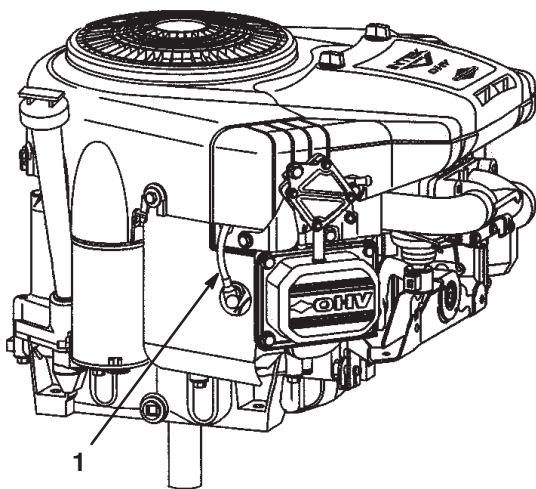

Bild 29
6. Ziehen Sie den Zündkerzenstecker ab (Bild 29).
3. Stecken Sie den Zündkerzenstecker wieder auf die Zündkerze auf (Bild 29).